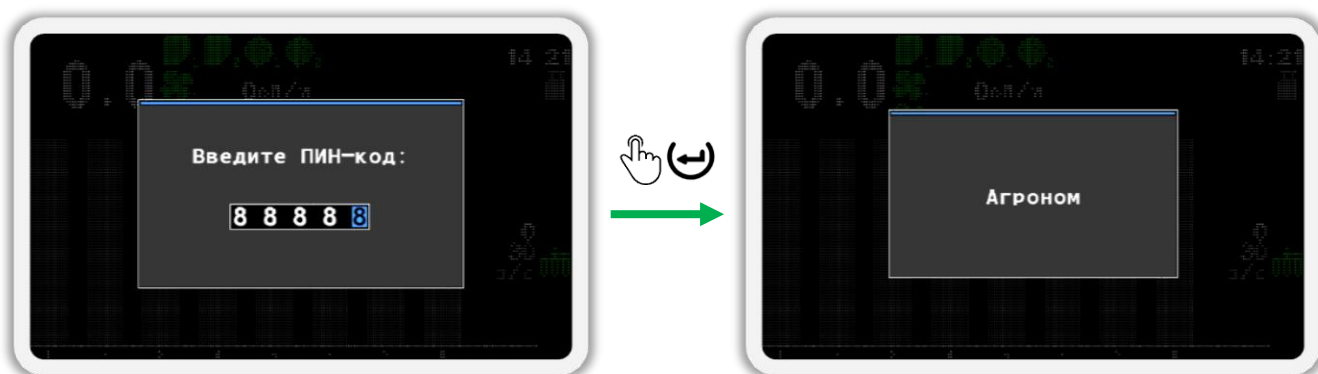

Рисунок 64
- е) После того, как вы введете ПИН-код, нажмите кнопку \leftarrow «Меню». Если код введен правильно, то вы увидите сообщение с надписью «Агроном» (см. Рисунок 64). После этого вы будете автоматически возвращены в меню «Настройки».